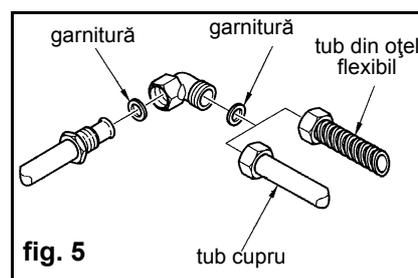

fig. 5
- Conectați plita de gătit la gaze utilizând un tub rigid din cupru cu diametrul de 12 mm, așa cum se arată în fig. 5. Pentru a asigura o bună etanșare, montați garnitura din elastomer furnizată ca accesoriu în dotare (normă UNI EN 682).